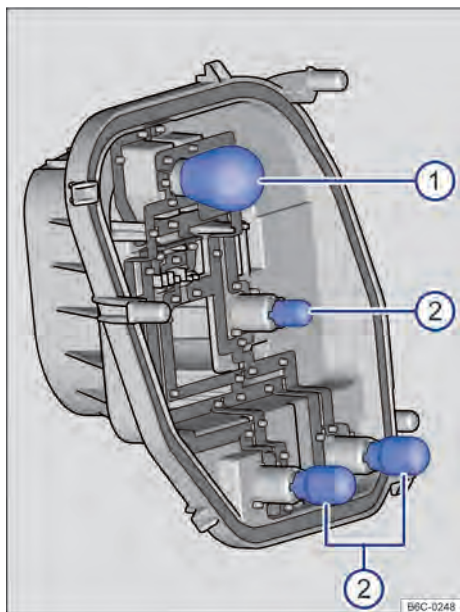

Fig. 172 Lanterna traseira: remover as lâmpadas
- ⑩ Remover o suporte das lâmpadas cuidadosamente.
- ⑪ Para remover as lâmpadas incandescentes queimadas: → Fig. 172 ① pressionar a lâmpada contra o alojamento e girar no sentido anti-horário. ② puxar a lâmpada no sentido contrário ao alojamento.
- ⑫ Substituir a lâmpada incandescente queimada por uma lâmpada incandescente nova do mesmo modelo.
- ⑬ Para inserir as novas lâmpadas no suporte das lâmpadas, introduza a nova lâmpada no respectivo alojamento: → Fig. 172 A pressionar a lâmpada e girar no sentido horário até o batente. B pressionar a lâmpada no sentido do alojamento até o batente.
- ⑭ Certificar-se de que as lâmpadas estão corretamente fixadas no suporte das lâmpadas.